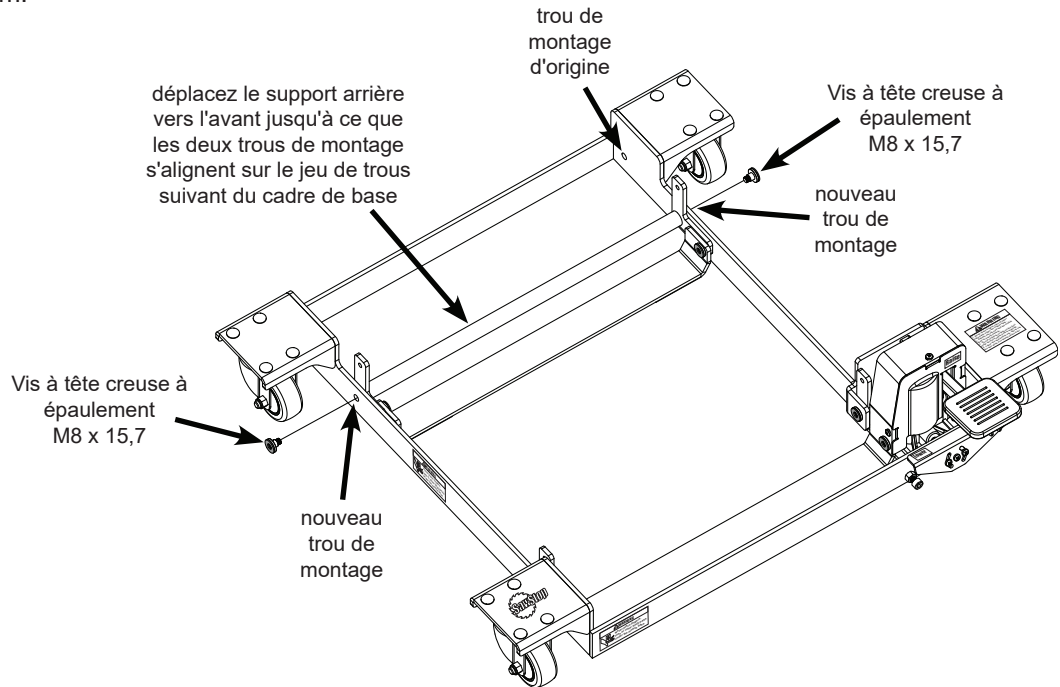

Fig. 4
4. Prenez le support arrière et déplacez-le vers l'avant jusqu'à ce que les deux trous de montage s'alignent sur le jeu de trous suivant du cadre de base mobile, comme illustré à la fig.4 Montez l'ensemble de support arrière sur le châssis de base mobile à l'aide de deux nouvelles vis à tête creuse à épaulement M8 x 15,7 fournies dans le sac de quincaillerie. Serrez à fond les deux vis à tête creuse à épaulement M8 x 15,7 avec une clé hexagonale de 5 mm.